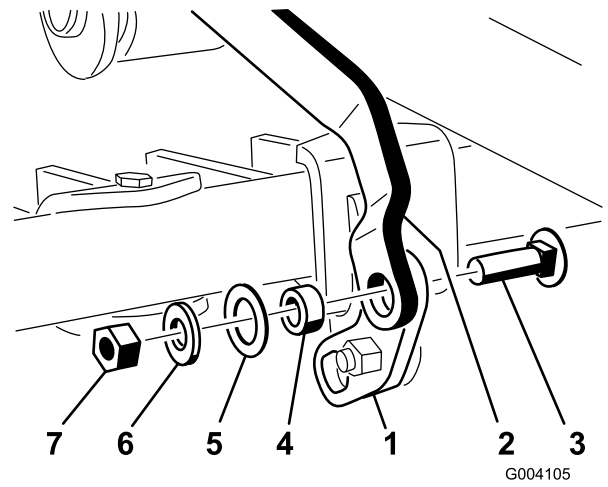

Bild 16
6. Stecken Sie den Exzenterbolzen unten durch die Schwenklasche und die Schwenkhalterung und befestigen Sie ihn mit einer Sicherungsmutter (5/16") (Bild 16).
5. Drehen Sie das Hubpedalgelenk nach oben und befestigen Sie das rechteckige Loch an der Schwenklasche mit einer Schlossschraube (3/8" x 1-1/4"), einem Distanzstück, einer Scheibe (1"), einer Scheibe (13/16") und einer Sicherungsmutter (3/8") am Ende der Werkzeugleistenlenkers, wie in Bild 16 dargestellt.